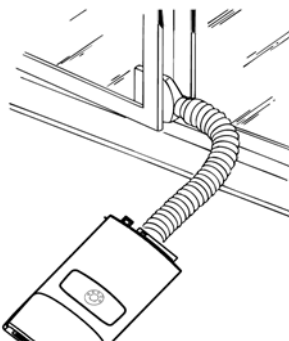

Рисунок 2
- 2) Устанавливайте кондиционер рядом с окном. Отрегулируйте длину воздуховода, чтобы добраться до окна. Убедитесь, что вытяжному воздуховоду нет препятствий (рисунок 2).